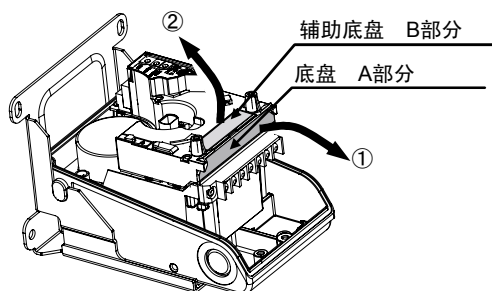

图7 安装辅助开关时，拆卸的部件
- ① 将底盘的A部分按照箭头的方向弯折后拆下,再将辅助底盘的B部分按照箭头方向弯折后拆下。(如果弯折卡抓的顺序出错的话,将导致电路板上的部件破损。)
(参照图7的①、②)